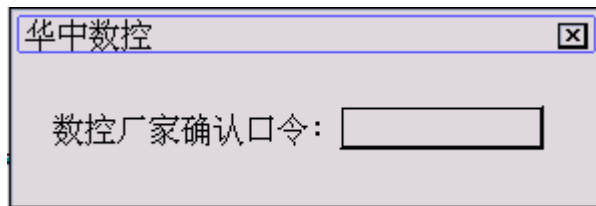

图 9.2.3 输入确认权限口令
- (4) 在输入栏输入修改后的口令，按 **Enter** 键，将再次弹出如图 9.2.3 所示确认输入对话框；